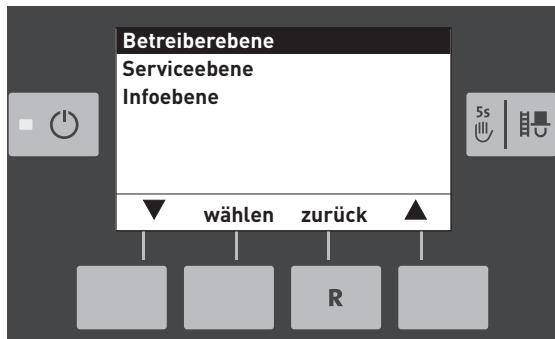

Fig. 25
- ▶ "Betrieberebene" auswählen – Fig. 25.